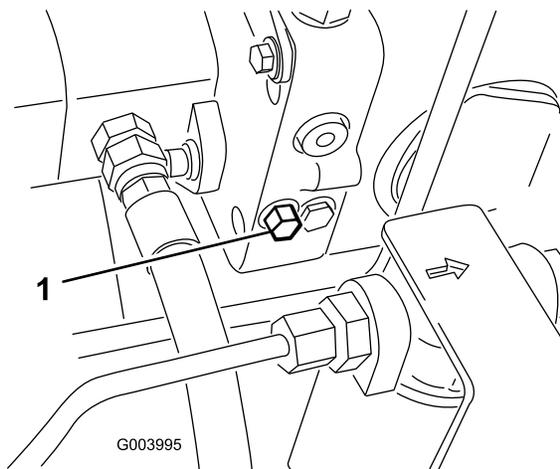

Рисунок 56
1. Чтобы открыть перепускной клапан и обеспечить внутренний перепуск масла, поверните болт клапана на 1,5 оборота (Рисунок 56).